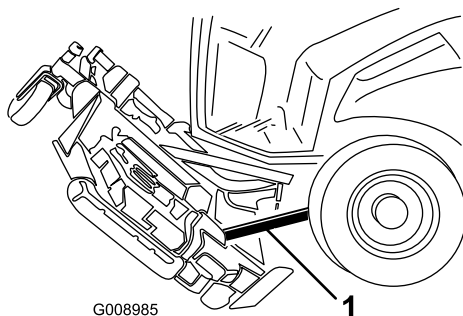

Bild 137
- Schieben Sie ein Holz zwischen die Rückseite des Mähwerks und die Maschine (Bild 137).